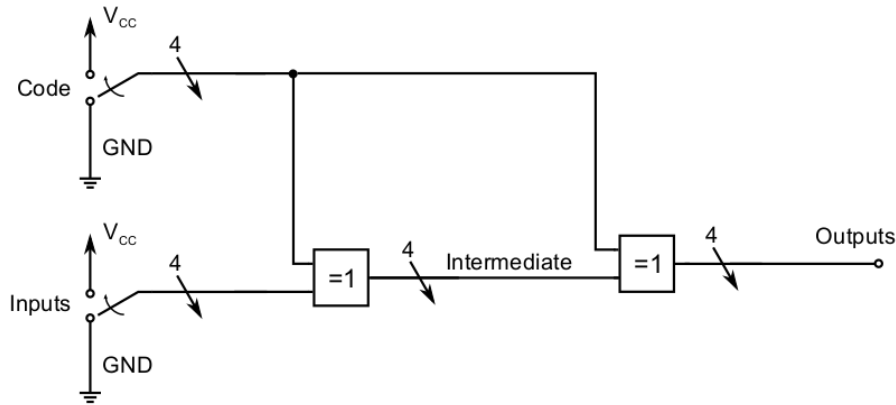

Abbildung 4.1: Versuch mit Doppel-XOR
Bauen Sie zunächst eine Schaltung aus 2 Quad-XORs gemäß Abbildung 4.1 auf. Die mit 4 gekennzeichneten Pfeile stehen für einen Bus mit vier Adern, das heißt, die dort gezeigte Schaltung ist vier mal parallel aufzubauen. Verwenden Sie sowohl für die vier *Inputs* als auch für die vier *Code*-Eingänge jeweils vier zusammenhängende Schalter aus Bereich (B), mit denen Sie zwischen *GND* und *VDD* wechseln können. Wenn Sie die vier *Intermediate*-Signale und die vier *Outputs* auf die LED-Bank in Bereich (G) legen, können Sie die Zustände gut vergleichen. Es bietet sich an, die vier zusammengehörenden Signale jeweils auf eine Reihe der LED-Bank zu geben und die selbe Reihenfolge zu nutzen. Stellen Sie nun eine beliebige aber konstante Eingangskombination für die vier *Inputs* ein.